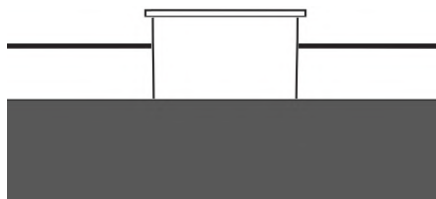

Bild 8
**Fyll inte tanken till brädden. Fyll på med diesel upp till botten av tankens sil. Lämna alltid ca 1/3 av bränsletanken ofylld. (Bild 8)**